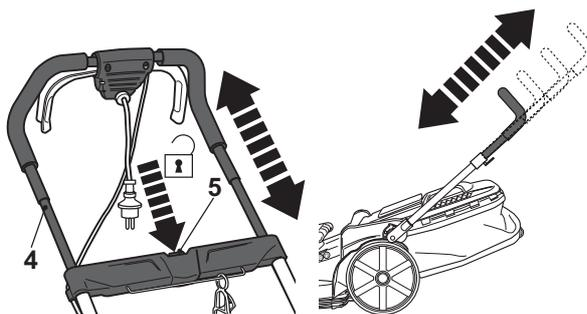

Fig.12
- > Appuyez sur le bouton de déverrouillage [5] et poussez ou tirez la poignée supérieure [4] à la hauteur souhaitée (Fig.12). Au cours de ce réglage de la hauteur, maintenez la touche enfoncée.